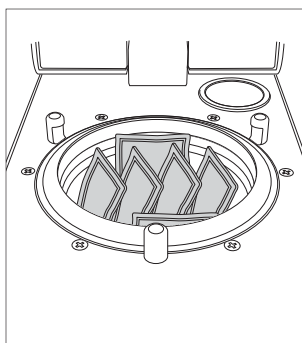

図 14
- 5) チャンバーのパッキンからはみ出さないようにしてください。(図 14)